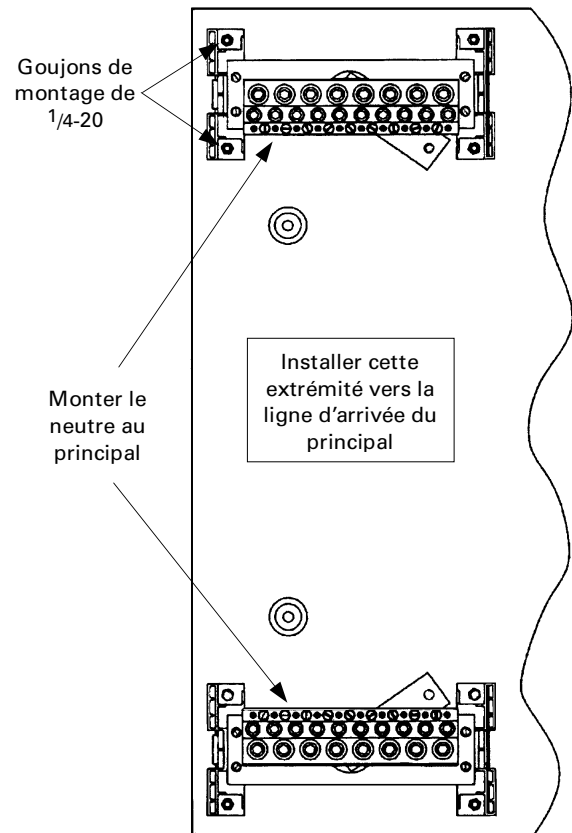
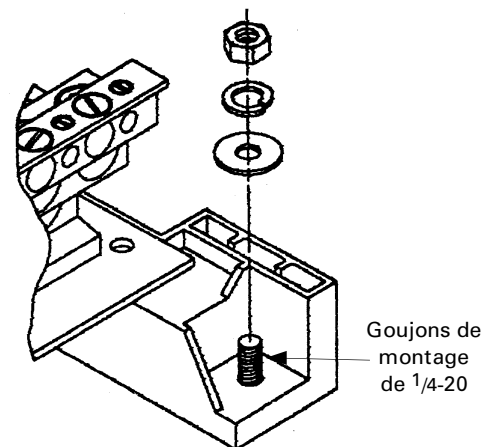

Figure 1. Neutre monté dans le boîtier.
Figure 2. Pour installer le neutre dans les goujons de montage du boîtier.
2. Monter le neutre à l'un ou l'autre des deux endroits à l'extrémité du boîtier du panneau marqué NEUTRAL, comme montré à la Figure 1. Placer le neutre par-dessus les goujons de montage  $1/4-20$  et fixer avec la rondelle de retenue et l'écrou, fournis, comme montré à la Figure 2. Serrer l'écrou à 27–32 lb.-po.